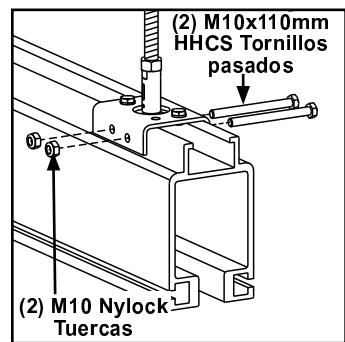

Figura 3-47
- Paso 3. Instale dos (2) M10 x 110 mm HHCS con tuercas nylock M10. **Apriete hasta que tornillos asienten + 1/4 de vuelta**. No apriete de más, puede doblar el soporte. Vea Figura 3-47.